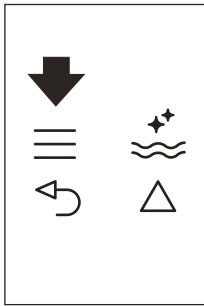
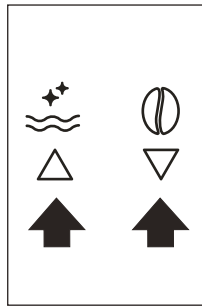

Fig. 22
Fig. 9
- Pulse el icono (B2) para entrar en el menú (Fig. 22). Pulse los iconos (B7) y (B8) (Fig. 9) hasta que se visualice el mensaje "PROGRAM COFFEE" (programar café).